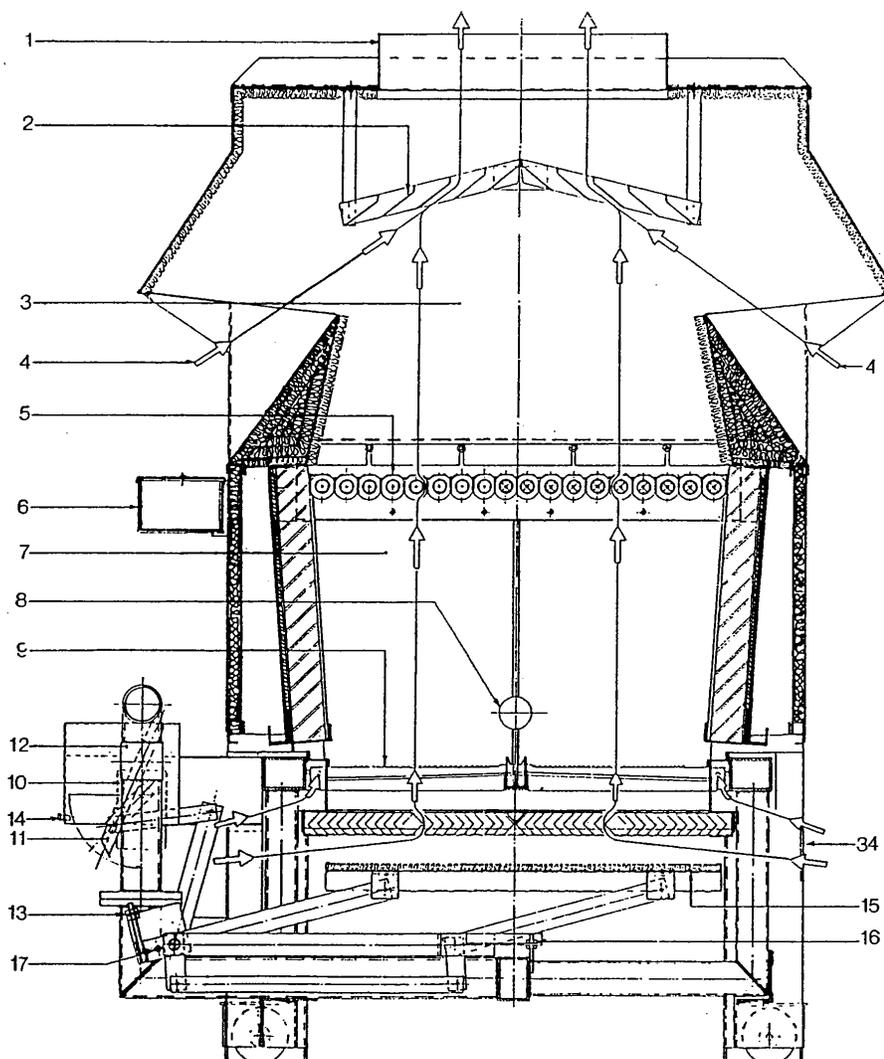

Fig. 1
La série "Rendamax" R-18 (voir fig. 1).
Sous l'échangeur de chaleur se situe une vaste chambre de combustion (7) voir fig. 1.
Brûleur: voir fig. 1 et 2
Régulation: voir fig. 1 et 2
Câblage: voir fig. 1 et 2